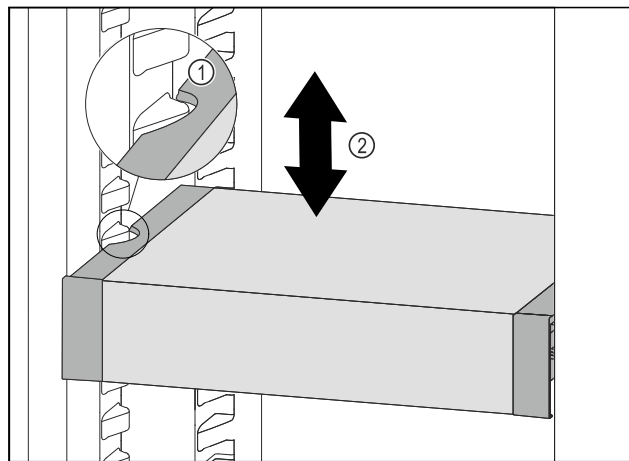

Fig. 91
- Изтеглете VarioSafe напред, докато страничните прорези на VarioSafe се намират на височината на реброто на съда в хладилната част. Fig. 91 (1)
- Преместете VarioSafe нагоре или надолу в хладилната част, докато се достигне желаната височина. Fig. 91 (2)